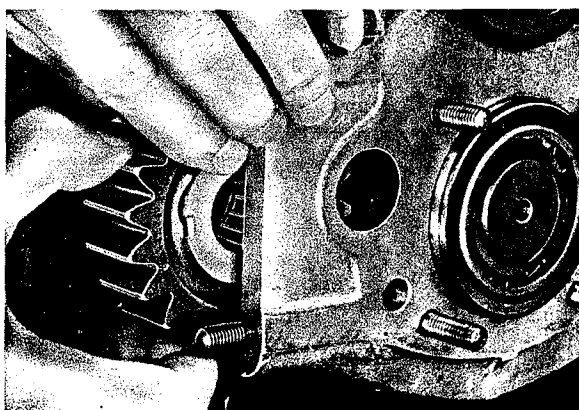
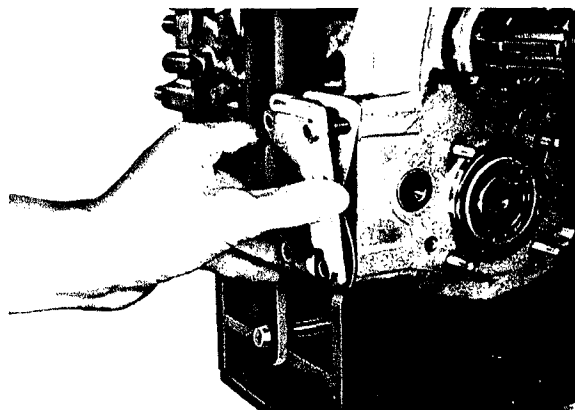

Fig. 50
Fig. 51
1. Faire glisser la cage à rouleaux (503) dans l'alésage de l'engrenage de marche arrière (505). Coller la rondelle de butée (501) sur le côté avec le moyeu en saillie avec de la graisse. Fixer la rondelle (504) de l'autre côté (les pattes recourbées reposant vers l'extérieur). Introduire l'engrenage de marche arrière dans le carter, le moyeu en saillie regardant du côté entraînement (fig. 50).
2. Introduire le doigt par l'alésage du carter et placer l'engrenage de marche arrière, ainsi que les rondelles de butée dans la position correcte par rapport à l'alésage. Enfoncer l'axe de marche arrière (502) de telle façon que le taraudage soit orienté vers le palier de l'arbre de renvoi et qu'il se trouve dans l'alignement de l'alésage du couvercle du tachymètre (sécurité pour l'empêcher de tourner) (voir fig. 51); y faire glisser dessus le couvercle provisoirement. Poser le joint (126) et le couvercle (127) (fig. 50), mettre les rondelles élastiques (103) et visser les écrous (102) sur les goujons prisonniers et les